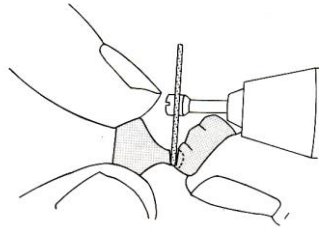

Figura 5 - Esquema do corte do sprue
1. Cortar o sprue com o disco de carboril montado no mandril (Figura 5);